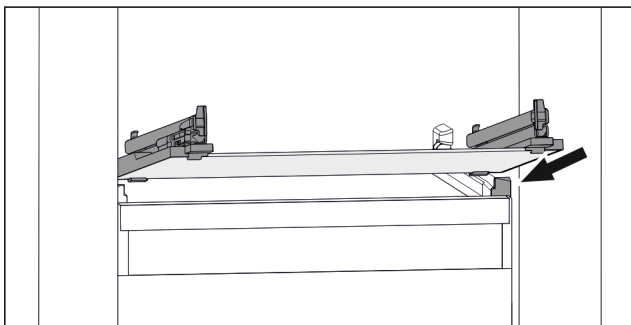

Fig. 125 Rappresentazione esemplificativa del ripiano in vetro
- Applicare il ripiano in vetro obliquamente dietro i fermi. (vedere Fig. 125)